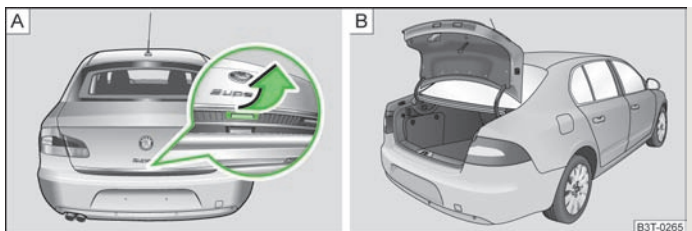

Abb. 18 Griff der Gepäckraumklappe / geöffnete kleine Gepäckraumklappe
Nach dem Entriegeln des Fahrzeugs kann die kleine Gepäckraumklappe » Abb. 18 geöffnet werden.
- › Den Griff an der Unterseite der Gepäckraumklappe » Abb. 18 - **A** drücken, die Gepäckraumklappe hebt sich automatisch » Abb. 18 - **B**.